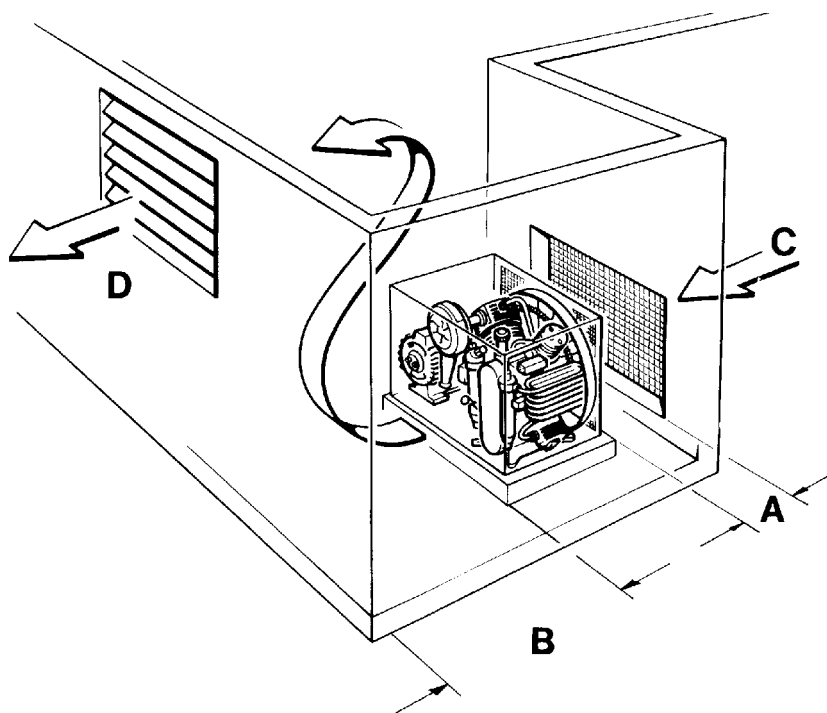

Abb. 11 Aufstellung mit natürlicher Belüftung
- Die nachfolgend aufgelisteten Mindestabstände einhalten (Abb. 11).